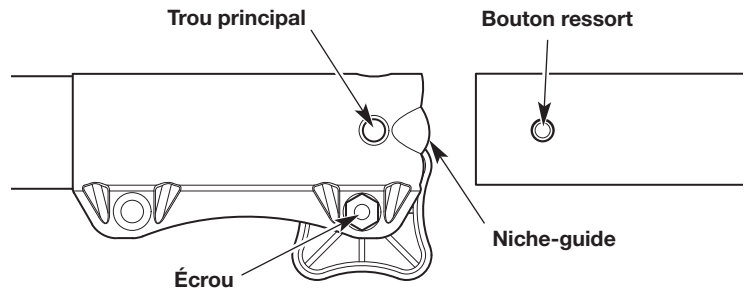

Fig. 5
4. Alignez le bouton de déclenchement avec la rainure de guidage (Fig. 5).
5. Poussez l'accessoire directement dans le coupleur jusqu'à ce que le bouton de déverrouillage s'enclenche fermement dans l'orifice principal (Fig. 5).
REMARQUE : Ne pas serrer l'écrou (Fig. 5).
3. Appuyez et maintenez enfoncé le bouton de déclenchement (Fig. 5).